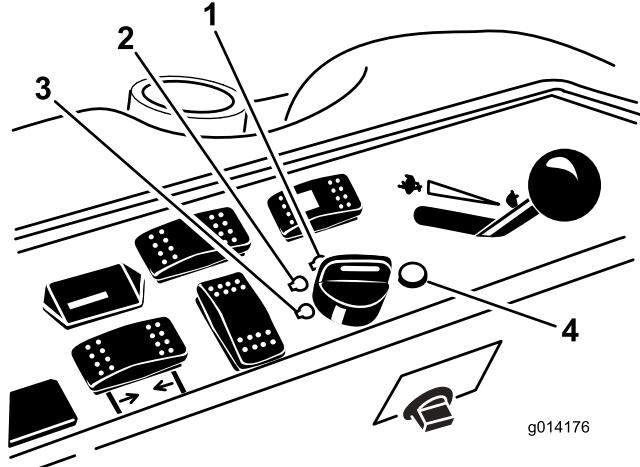

図 12
- キーを RUN 位置に回す図 12。
- キーを OFF 位置に回す図 12。すべての部分が完全に停止してから運転席を立つ。